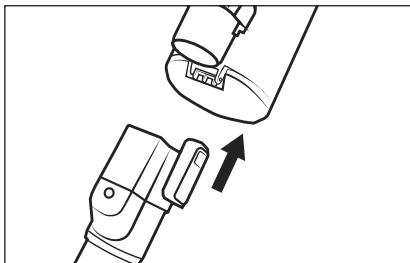

Fig. 1
- Glissez le tube d'aspiration 24 sur l'appareil jusqu'à ce qu'il s'enclenche de manière audible avec un clic (voir fig. 1).